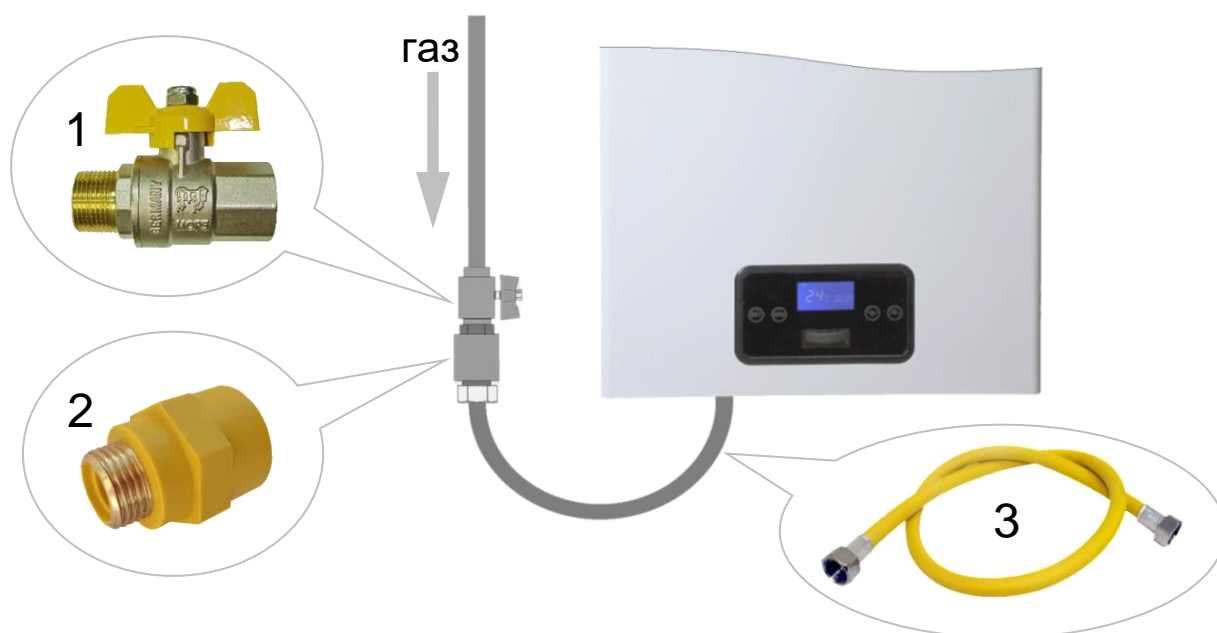

Рис. 11 Монтаж газовой линии
- При монтаже газовой линии на входе газа в котёл обязательно **должен быть** установлен запорный газовый кран, который **должен быть** свободно доступен (См. Рис. 11).
- При подключении токопроводящими трубами или шлангами **рекомендуется** установить диэлектрическую вставку (См. Рис. 11).
- После присоединения газовой подводки (См. Рис. 11) к котлу **необходимо в обязательном порядке** провести проверку герметичности мест соединений. Проверка производится газоанализатором (детектором утечки газа) или путём обмыливания мест соединений мыльным раствором. Появление пузырьков означает утечку газа. **Утечка газа не допускается.**